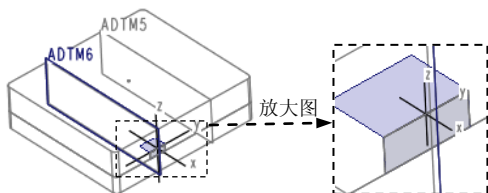
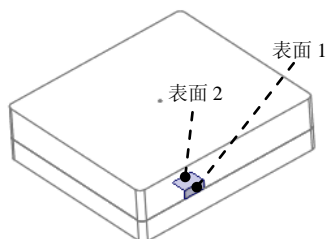

图 31.63 定义坐标系方向（二）
图 31.64 定义坐标系参考平面
Step6. 同理，创建如图 31.63 所示的基准坐标系 ACS1，选取参考平面顺序为图 31.64 所示的表面 1、图 31.63 所示的 ADTM6 和图 31.64 所示的表面 2。